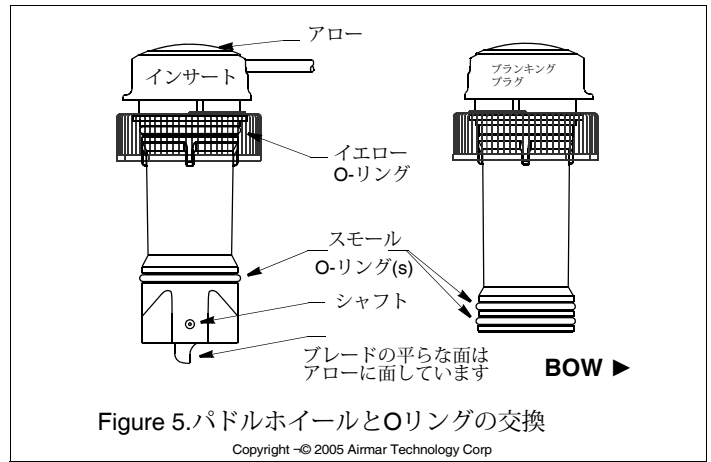

Figure 5.パドルホイールとOリングの交換
2. (図5)。
1. 古いパドルホイールシャフトを取り外すには、小さな斜めのワイヤーカッターで端をつかんで引っ張ります (図5)。